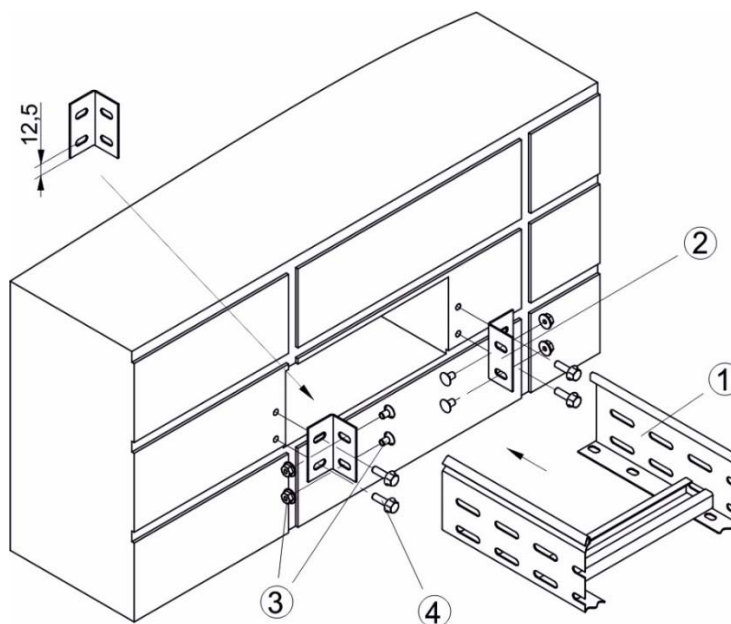

Рисунок 44
7.13.2 Закрепить уголок опорный позиция 2 (рисунок 44) на стене. Крепление произвести при помощи четырех болтов анкерных, либо при помощи четырех комплектов, каждый из которых состоит из анкера стального (латунного), болта и шайбы плоской позиция 4.